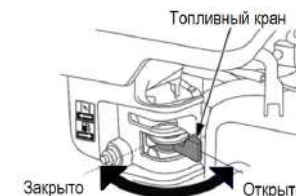

Рис. 8. Топливный кран
- закройте топливный кран (см. рис. 8).
- откройте топливный кран (см. рис. 8);